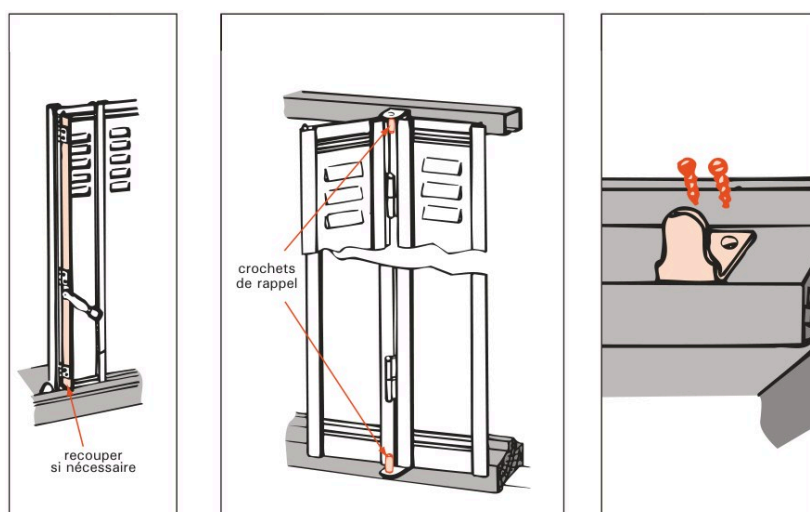

Figure 9 – La tige de l'espagnolette à recouper, les crochets de rappel, la butée sur l'appui de fenêtre
4. Si nécessaire, ajustez la hauteur de l'espagnolette en recoupant sa tige (figure 9, à gauche).
5. Pour les grandes largeurs : réglez les crochets de rappel du haut et du bas, au joint du 2^e vantail en partant du tableau (figure 9, au centre ; voir aussi la partie 7).
6. Positionnez et vissez la butée de l'espagnolette sur l'appui de la fenêtre, avec des vis TF ø5, longueur mini 30, non fournies (figure 9, à droite).
4. Pour les grandes largeurs : réglez les crochets de rappel du haut et du bas, au joint du 2^e vantail en partant du tableau (figure 9, au centre ; voir aussi la partie 7).